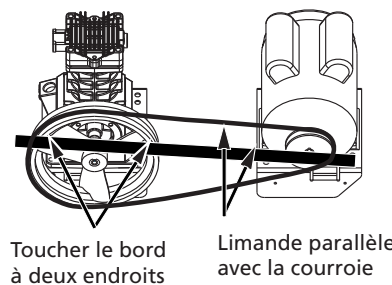

Figure 6
4. Pour aligner la courroie, placer une limande contre la face du volant en touchant le bord à deux endroits (Voir la Figure 6).